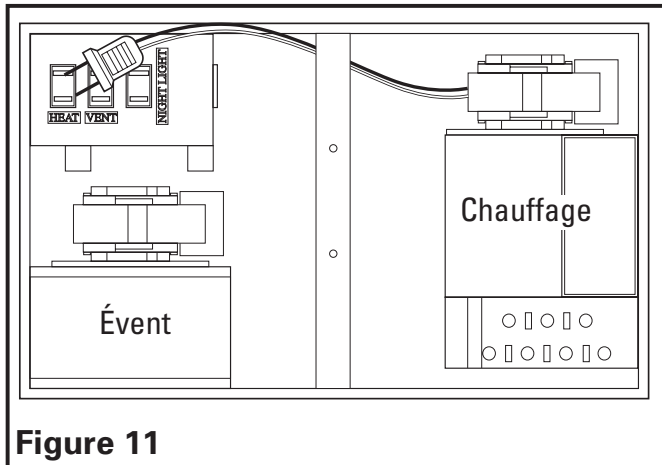
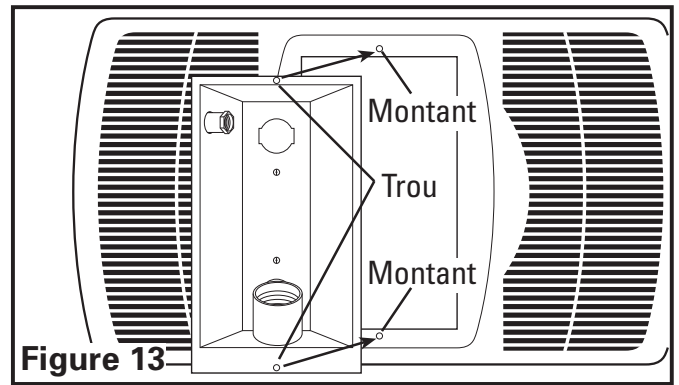

Figure 11
Figure 13
1. Insérer la fiche provenant de l'unité de chauffage dans le réceptacle marqué « CHAUFFAGE (HEAT) », et la fiche venant du ventilateur dans le réceptacle marqué « VENT » (Figure 11).
3. Installer le réflecteur de lumière dans la grille en alignant les montants sur la grille avec les trous dans le réflecteur de lumière (Figure 13). Soulever le réflecteur de lumière et la grille jusqu'au châssis et insérer la fiche de la lumière dans le réceptacle marqué « LUMIÈRE (LIGHT) » (situé sur le côté du compartiment de câblage) et insérer la fiche de la lampe de nuit dans le réceptacle marqué « LAMPE DE NUIT (NIGHT LIGHT) » (Figure 11).